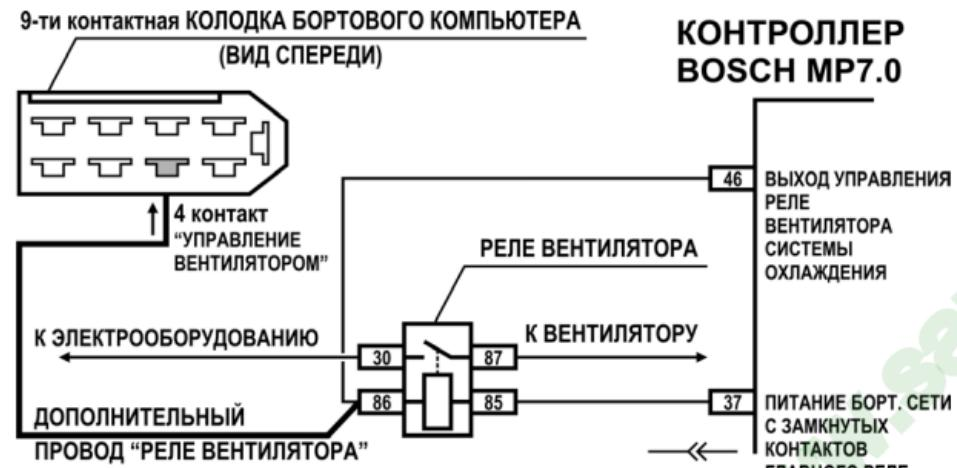

рис. 7 Аппаратное подключение функции “ТРОПИК”
**Внимание!** Если на Вашем автомобиле установлен контроллер (например, **BOSCH MP7.0**), не поддерживающий управление вентилятором системы охлаждения по К-линии, то необходимо подключить к БК дополнительный провод “РЕЛЕ ВЕНТИЛЯТОРА” (см. Рис.7). После выполнения данного подключения к функциям БК добавляется функция **“ТРОПИК”** для контроллера **BOSCH MP7.0**.